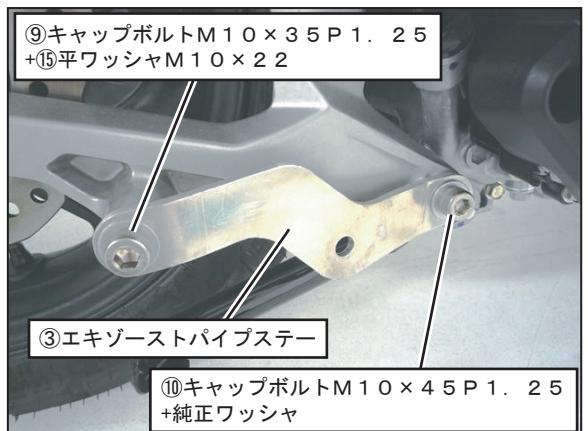

FIG. 3
4. ③エキゾーストパイプステーを⑨キャップボルトM10 × 35P1.25、⑩キャップボルトM10 × 45P1.25、⑯平ワッシャM10 × 22、純正ワッシャを使用して車両に取り付け、規定トルクで締め付けて下さい。（FIG. 3 参照）